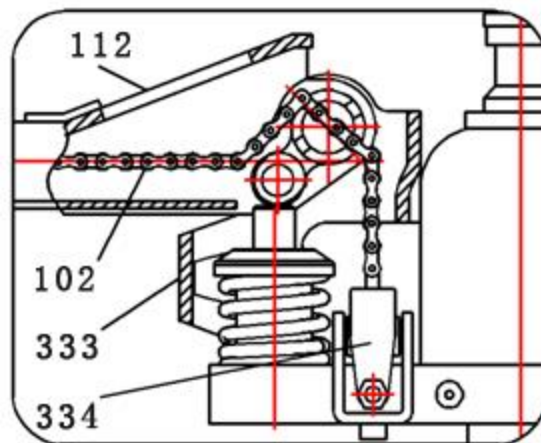

图 2-2
2. 4. 将手柄上的链条(102)穿过握杆定位轴(107)中间的孔。见图 2-2。